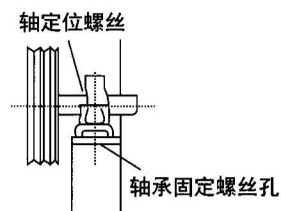

图20
- (1) 送风机轴承装配时, 轴承固定螺丝孔必须与支架螺丝孔位置互相配合, 轴心方向须绝对正确, 不可以外力强压固定。
- (2) 固定螺丝可选用比螺孔直径稍小者, 使调整准线比较容易。
- (3) 轴承如取下重新装配时, 其位置不可有变动。
- (4) 如运转中因震动关系而使轴承定位螺丝松脱则将会使轴与球圈滑动而产生磨损, 故安装与检查时必须特别加以注意(图20)。
- (5) 新皮带轮罩安装时, 需保留有足够空隙勿使触及皮带或皮带轮。此外更必须注意保持良好的空气循环。